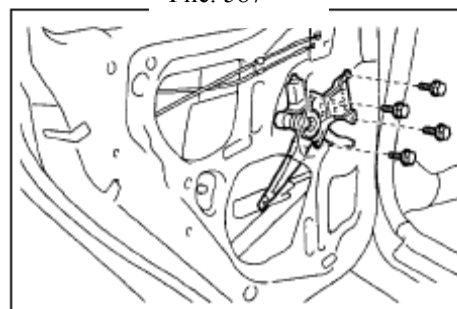

Рис. 588
- b. Открутите 4 болта и стеклоподъемника левой задней двери(рис. 588)